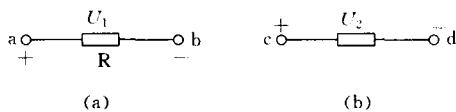

图1-9
**例1.3** 元件R上电压参考极性如图1-9所示,若 $U_1=5\text{V}$ , $U_2=-3\text{V}$ ,请说明电压的实际方向。